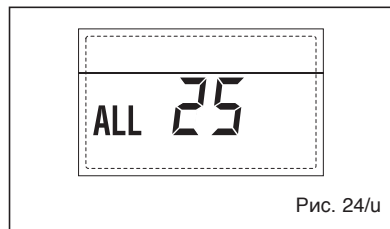

Рис. 24/и
– НЕПОЛАДКА СПОМОГАТЕЛЬНОГО ДАТЧИКА (S3) “ТРЕВ. 26” (рис. 24/л)